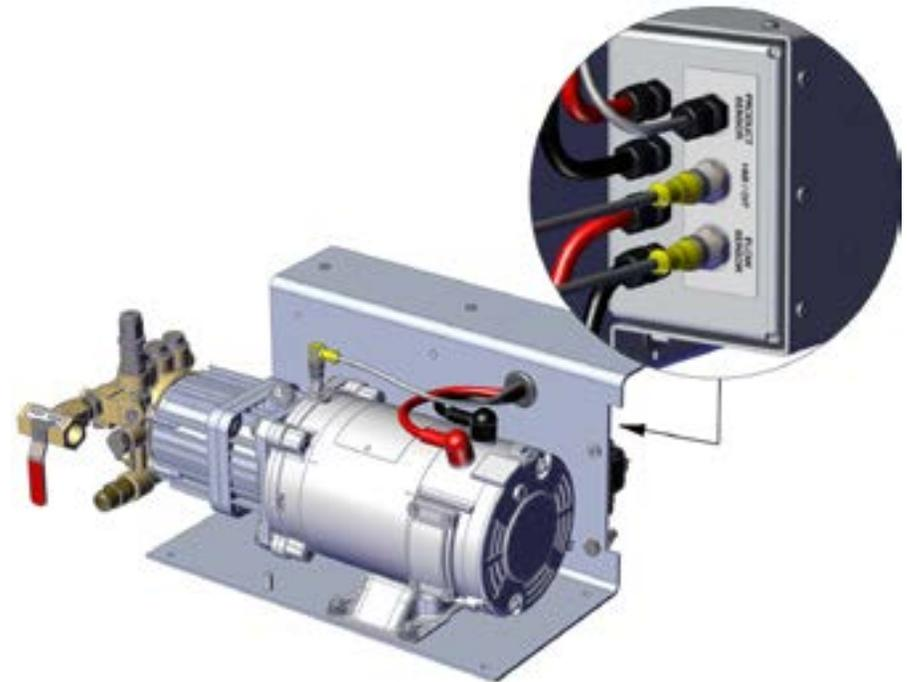

Figura 26
4. Conecte el cable al conector apropiado en la caja de control (**Figura 26**).